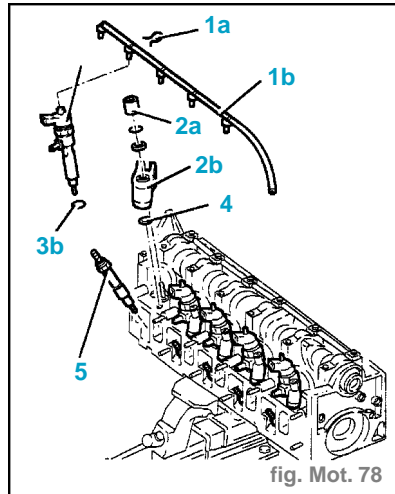
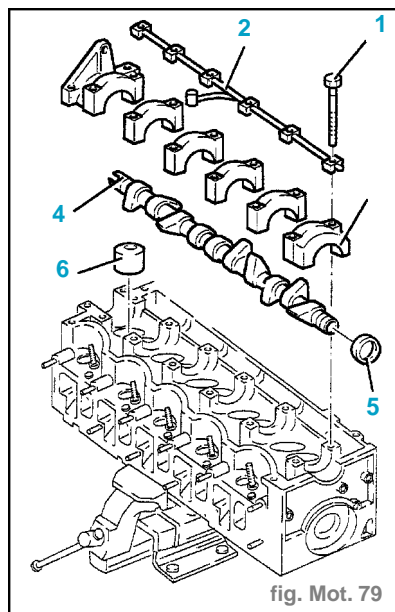

fig. Mot. 78
fig. Mot. 79
- (fig. Mot. 78)
- Déposer les pastilles (4) d'appui des étriers des électro-injecteurs.
- Déposer les bougies de préchauffage (5).
- Dévisser les vis (1) des chapeaux de l'arbre de distribution. (fig.Mot. 79)